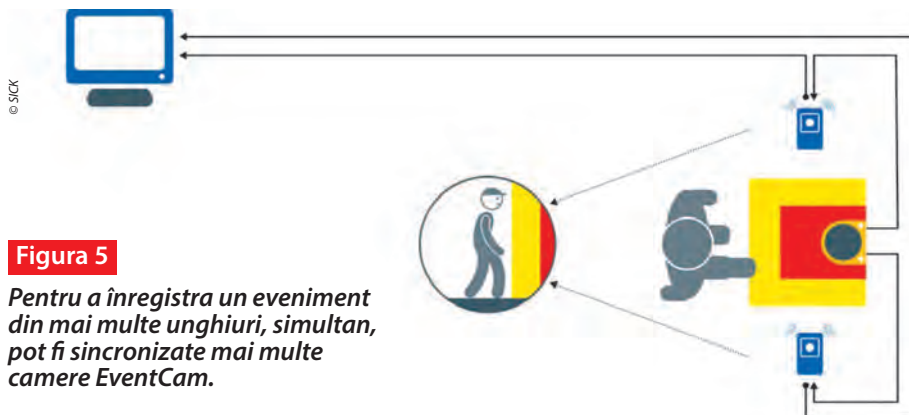

Figura 5
Odată ce o eroare a fost raportată, EventCam începe să stocheze cadre unice sau secvențe video. Memoria circulară internă poate stoca până la 240 de secunde înainte și 100 de secunde după un eveniment. În modul de înaltă definiție (HD), aceasta poate înregistra până la 25 de secunde înainte și 15 secunde după. Rata cadrelor video pe secundă (fps) variază de la 13 la 65, în funcție de rezoluția necesară. EventCam este utilă și la punerea în funcțiune a noilor mașini sau procese. Aceasta poate monitoriza un test nesupravegheat, cum ar fi un test continuu de mai multe ore sau mai multe zile și poate identifica rapid sursele de eroare. Un singur proces poate fi monitorizat de mai multe camere EventCam, acestea oferind informații vizuale din mai multe unghiuri simultan, pentru o analiză mai profundă și mai amănunțită a erorilor (figura 5). EventCam este disponibilă în două variante. Modelul **1102028** are o gamă de lucru de la 0,4 m la 0,6 m și poate fi adecvată pentru utilizarea cu covozi staționari, cu spații de protecție relativ mici. Modelul **1093139** are o rază de acțiune cuprinsă între 0,8 și 6 m și se poate adapta spațiilor de protecție mai largi întâlnite la covozi mai mari, AMR-uri și AGV-uri.